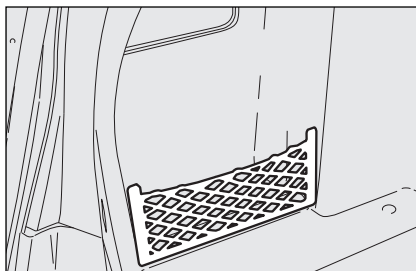

fig. 14
- **fig. 14** - uitvoering zonder klep aan zijkant